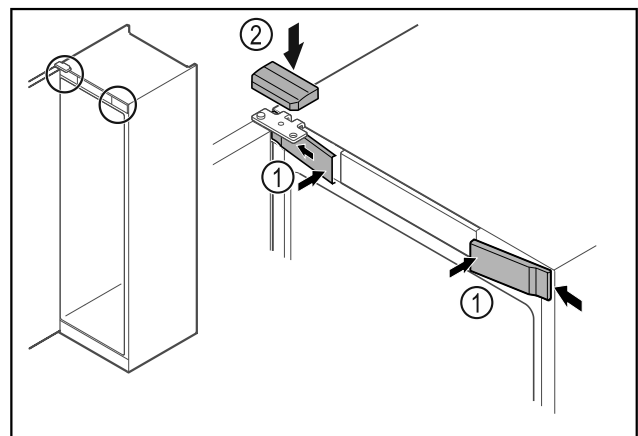

Fig. 47 *
- ▶ Bočno zakvačite prednje poklopce Fig. 47 (1) i uglavite ih.*
- ▶ Uglavite gornji poklopac Fig. 47 (2) odozgo.*